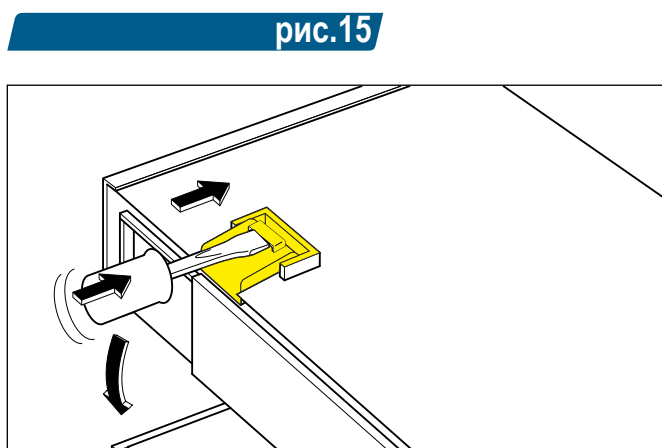

рис.15
- **рис.15** Снять крышку с отсека питания с помощью отвертки